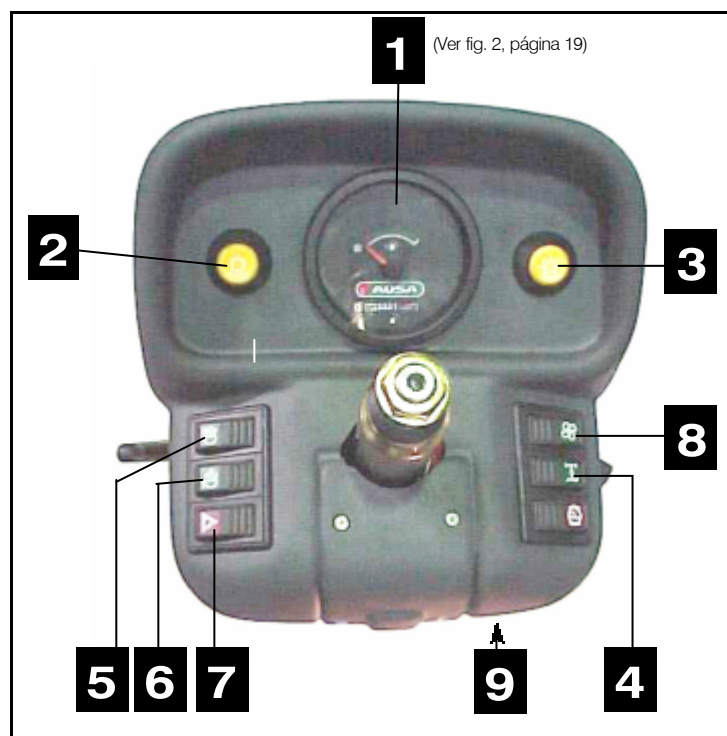

Fig. 1)
(fig. 1)
■ Pedales (fig. 1)
Usted puede ver las limitaciones de carga en los gráficos de cargas (fig 1 y 2), en ellos se muestra las cargas que su carretilla puede elevar con desplazamientos de 100 mm del centro de carga a partir de los 500 mm nominales, vea que con estos desplazamientos disminuye la capacidad de la carga a elevar. El Gráfico de Cargas se localiza en el lado izquierdo del salpicadero para que pueda ser consultado con facilidad por el operador desde su asiento, durante el funcionamiento de la carretilla.